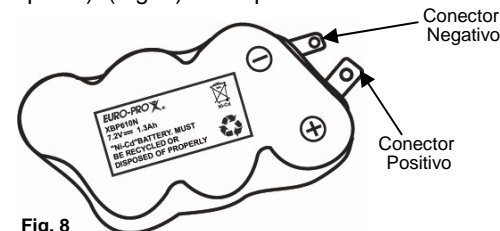

Fig. 8
5. Conecte los terminales de la nueva batería teniendo cuidado en conectar primero el cable rojo (+) al conector positivo (grande) y después el cable negro (-) al conector negativo (pequeño). (Fig. 8) Coloque la batería nueva dentro del compartimiento.